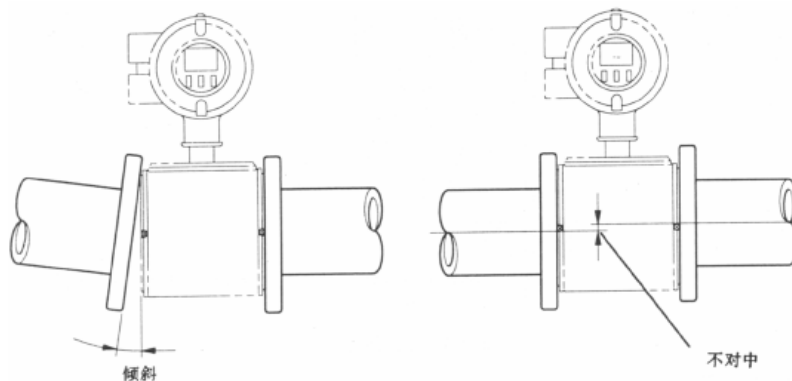

图 4.2.2 邻接管道的倾斜与不对中
① 在安装流量计时，先校正管路的不对中或倾斜，以及两法兰之间的安装距离偏差(见图 4.2.2)。